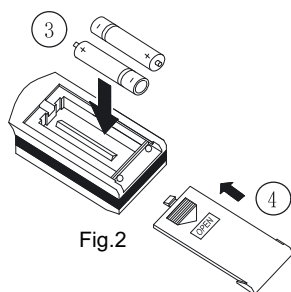

Fig.2
- 2 Extraiga las pilas usadas e introduzca dos pilas alcalinas tipo AAA (ver imagen 2).